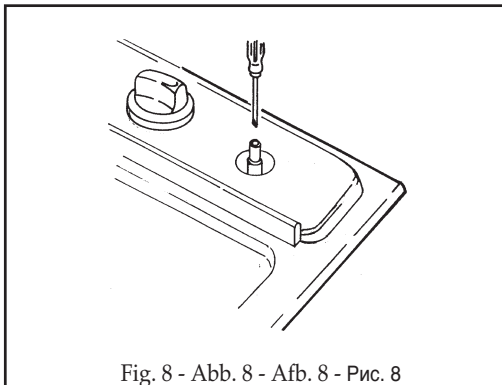

Fig. 8 - Abb. 8 - Afb. 8 - Рис. 8
- per la regolazione del minimo agire con opportuno cacciavite sulla vite posta sul rubinetto (Fig. 8) dopo averlo ruotato in posizione di minimo. Per GPL (butano/propano) avvitare a fondo.
- to adjust to the minimum, use a screwdriver on the screw placed on the tap (Fig. 8) after turning the tap to its minimum position. For LPG (butane/propane) screw tight.
- pour le réglage au minimum, tournez à l'aide d'un tournevis approprié la vis qui se trouve sur le robinet (Fig. 8) après avoir placé le robinet sur la position du minimum. Pour GPL (butane/propane) serrez à fond.
- bei der Einstellung des Mindestwertes, den Hahnhebel auf das Minimum drehen und die Einstellschraube am Hahn mit entsprechendem Schraubenzieher drehen (s. Abb. 8). Bei Betrieb mit Flüssiggas (Butan-/Propangas) Einstellschraube fest anziehen.
- para la regulación del mínimo, usar un destornillador apropiado en el tornillo puesto sobre la llave (Fig. 8) después de averlo girado en la posición de mínimo. Para GPL (Butano/propano) atornillar a fondo.
- *teneinde het minimum in te stellen draait men met een schroevendraaier de schroef aan de kraan (z. afb. 8), nadat deze op het minimum gedraaid werd. Bij toestellen die op vloeibaar gas (butaan/propan) werken moet men de stelschroef vast aandraaien.*
- para a regulação do mínimo agir com uma oportuna chave de parafuso sobre o parafuso colocado na torneira (Fig. 8) depois de o ter rodado à posição mínimo. Para GPL (butano/propano) ataraxar a fundo.
- регулировку пламени на минимум, поворачивая отверткой винт, установленный на кране (Рис.8), после его установки в минимальное положение. Для сжиженного нефтяного газа (пропан-бутана) затяните винт до упора.